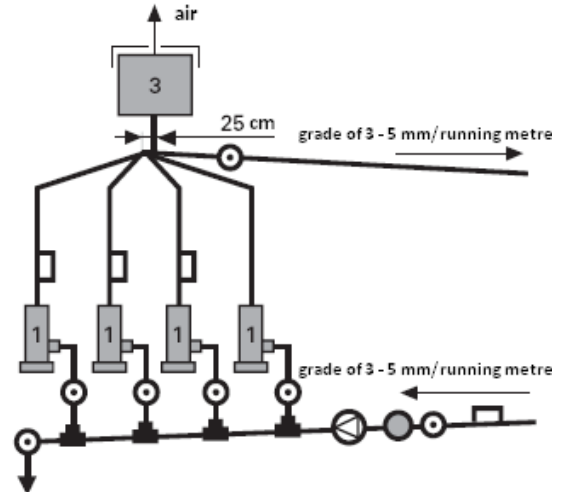

Fig. 2 Collegamento in parallelo. Modello elettromeccanico dell'automatismo
- È possibile aumentare ripetutamente la potenza dell'impianto di riscaldamento collegando in parallelo un certo numero di caldaie elettriche. Ad esempio, il collegamento di 8 caldaie di potenza pari a 25 kW aumenta la potenza totale dell'impianto di riscaldamento a 200 kW (Fig. 2).